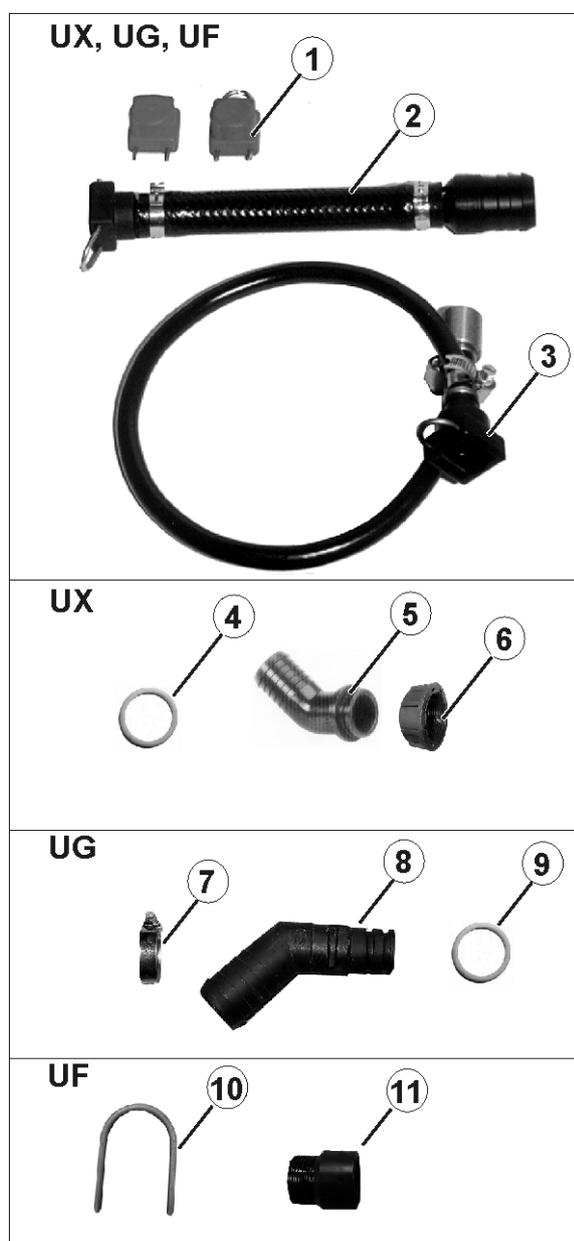

Fig. 198
- Según las condiciones de servicio, limpiar el filtro de los conductos (Fig. 198/1) cada 3 – 4 meses.